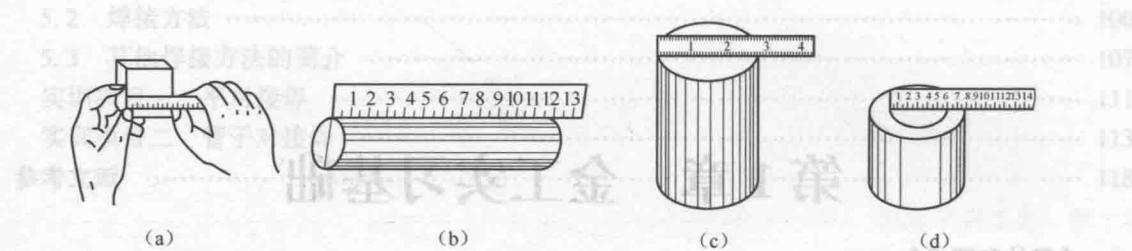

图 1.1 钢直尺的使用方法
- (1) 测量矩形零件的宽度时,要使钢直尺和被测零件的一边垂直[如图1.1(a)];
- (2) 测量圆柱体的长度时,要把钢直尺准确地放在圆柱体的母线上[如图1.1(b)];
- (3) 测量圆柱体的外径[如图1.1(c)]或圆孔的内径[如图1.1(d)]时,要使钢直尺靠着零件一面的边线来回摆动,直到获得最大的尺寸,即为直径尺寸。